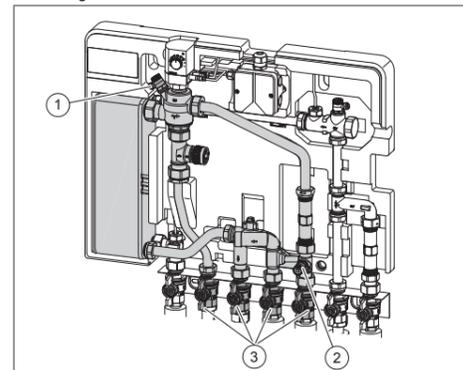

Abb. 3: Regelventil montieren
- Schließen Sie die, in Abb. 3 markierten, 4 Kugelhähne (3) der Kugelhahnanschlussleiste.
- Öffnen Sie das Entlüftungsventil (siehe Abb. 3 (1)). Um den Anlagenteil drucklos zu machen.
- Öffnen Sie das Entleerungsventil (siehe Abb. 3 (2)).
- Schließen Sie das Entlüftungs- und Entleerungsventil (siehe Abb. 3).